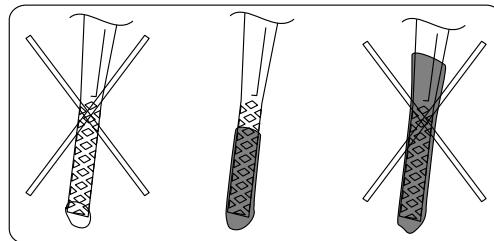

Figure 7
- Retirez la jauge (Figure 7) et versez de l'huile dans le tube de remplissage pour remplir le carter moteur aux 3/4.
5. Sortez de nouveau la jauge et vérifiez le niveau d'huile (Figure 7).